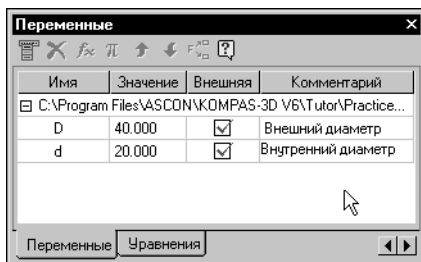

Рис. 65.10. Переменные фрагмента
Раскроется список переменных фрагмента и их значений (рис. 65.10).
5. Присвойте переменной *d* статус внешней, включив опцию в столбце **Внешняя**. Введите комментарий к переменной — *Внутренний диаметр* (рис. 65.10).
6. Аналогичным образом задайте статус переменной *D* и введите комментарий к ней — *Внешний диаметр* (рис. 65.10).